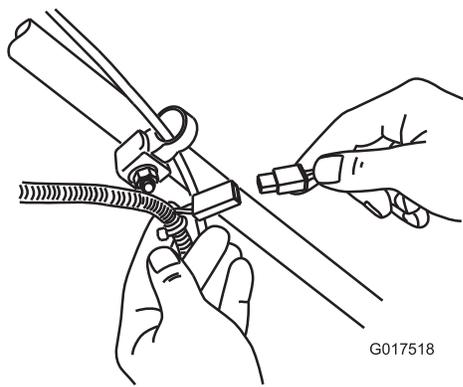

Figure 33
1. Branchez le chargeur au faisceau de câblage, situé sous la clé de contact (Figure 33).